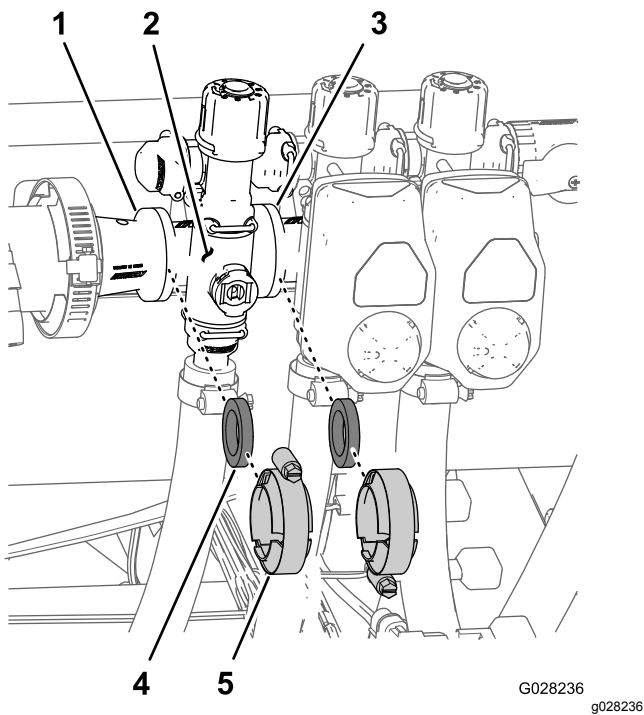

**Figure 109**
2. Retirez l'étrier qui fixe le collecteur de vanne de section sur le raccord de dérivation (Figure 109).